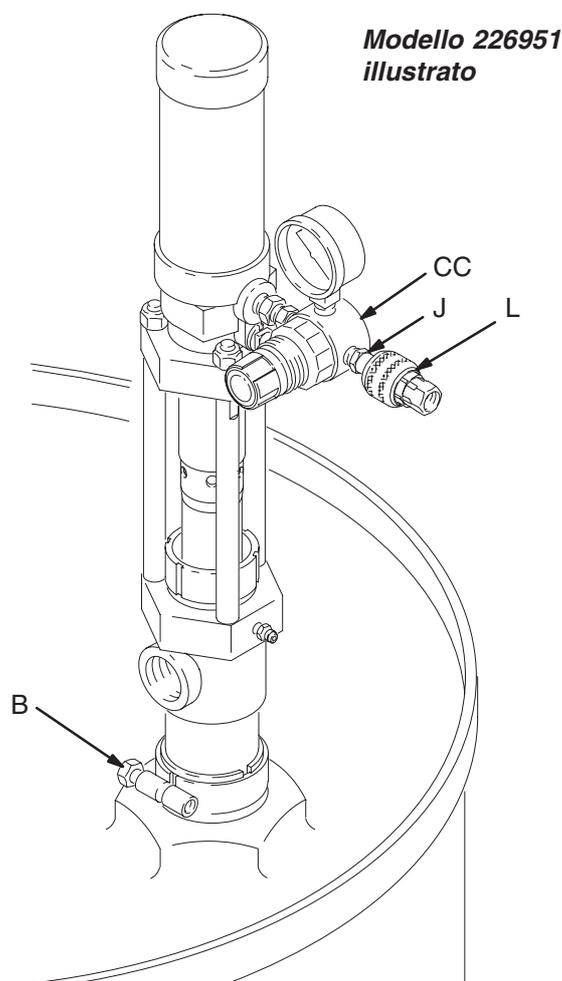

Fig. 3
Con la valvola aria (K) o il regolatore (CC) chiuso, aprire l'alimentazione dell'aria e collegare un accoppiatore della linea aria (L). Vedere figure 3 o 5. Accertarsi che tutte le valvole dispensatrici siano aperte.